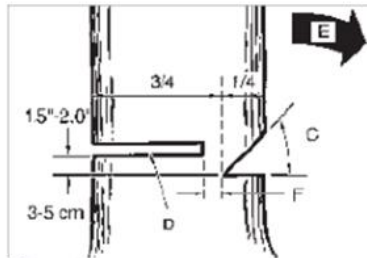

Fig 3b
AVERTISMENT: Nu treceți prin fața arborilor tupați. Efectuați tăietura de doborâre (D) din partea opusă a arborelui și cu 3 - 5 cm (1,5 - 2, 0 inch) deasupra muchiei tapei (C) (Fig. 3b)